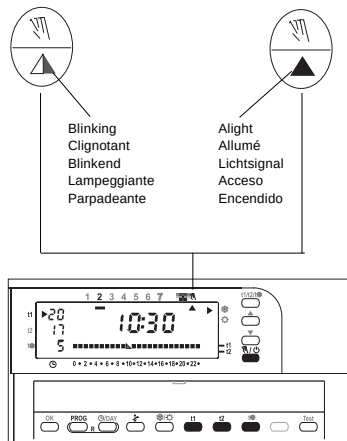

Fig. 22
- Press the  /  button momentarily: the indicator  appears, blinking, below the symbol  and the current temperature level will be applied to all hours of the day (fig. 22).
- Appuyer rapidement sur la touche  / : l'indice  apparaît en clignotant, sous le symbole  et le niveau de température en cours est appliqué à toutes les heures de la journée (fig. 22).
- Drücken Sie kurz auf die Taste  / : der Pfeil  blinkt, unter dem Symbol  , und der Temperaturbereich wird für jede Uhrzeit des Tages vorgegeben (Abb. 22).
- Premere brevemente il tasto  / : appare l'indice , lampeggiante, sotto il simbolo  e il livello di temperatura in corso è applicato a tutte le ore del giorno (fig. 22).
- Presionar brevemente la tecla  / : parpadea el índice  debajo del símbolo  y la temperatura programada se aplica a todas las horas del día. (fig. 22)